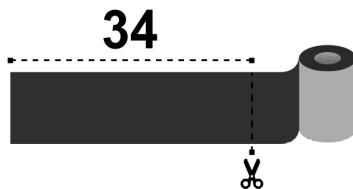
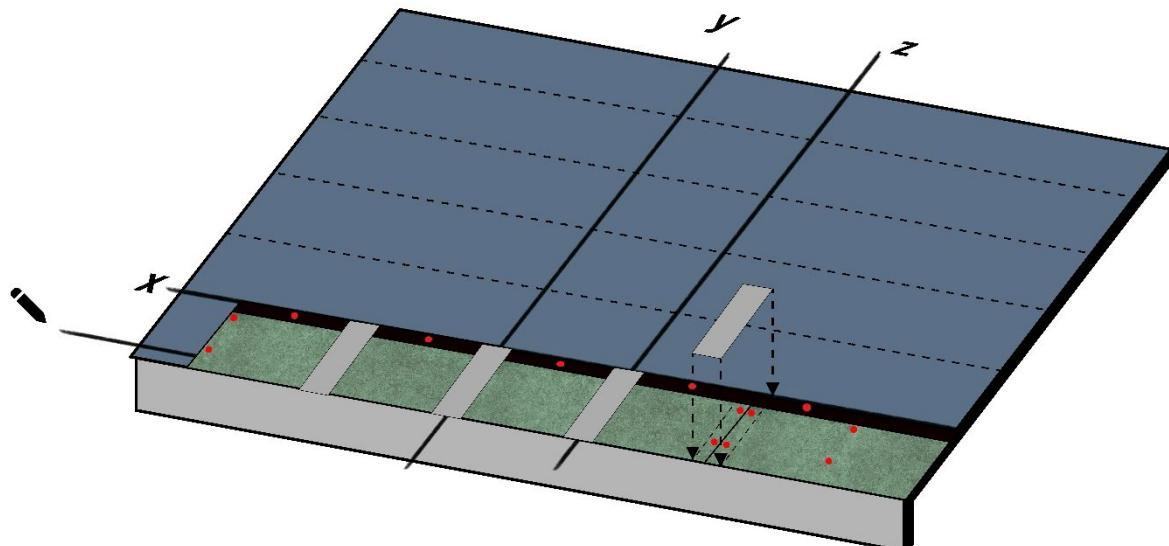
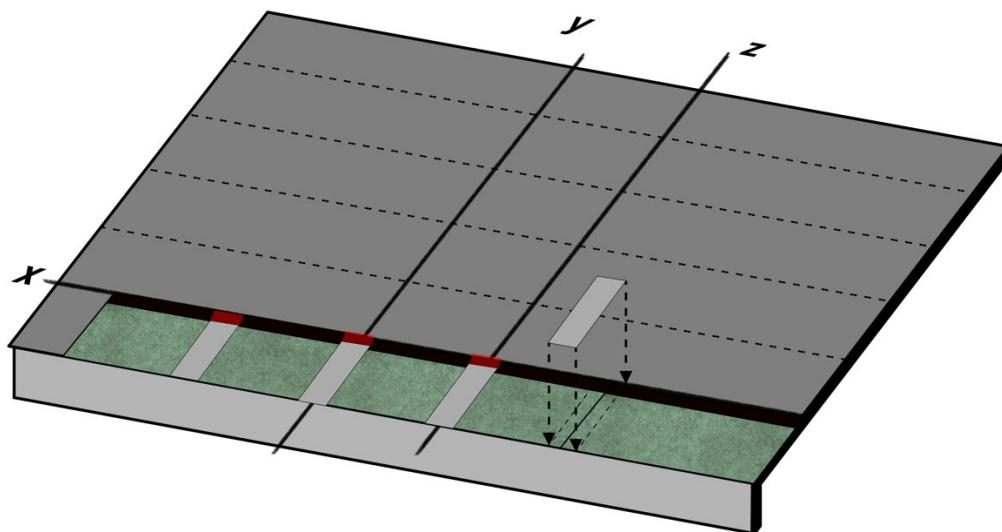
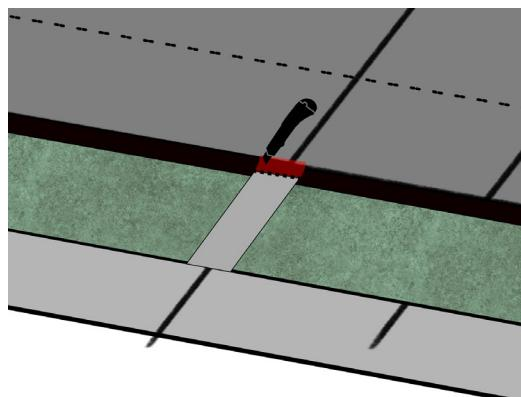

Fig. 7 - Compact Strip
Fig. 8 - Posa del Compact Strip
Fig. 19 – Installazione del Compact Strip
Fig. 20 – Taglio del film superiore del Compact Strip
- Dal rotolo di sigillante Compact Strip, tagliare dei pezzi di lunghezza 34cm - Fig. 7. Posizionare un primo pezzo così predisposto di Compact Strip al centro della giunzione tra due tegole consecutive (Fig. 8) ed un secondo pezzo di Compact Strip in mezzeria alla tegola, applicando una pressione tale da ottenere una perfetta adesione con il substrato. Non rimuovere il film superiore antiaderente della striscia di Compact Strip. Il Compact Strip così posizionato andrà a sigillare i chiodi posati.
- Dal rotolo di sigillante Compact Strip, tagliare dei pezzi di lunghezza 34cm - Fig. 7. Posizionare il primo pezzo così predisposto di Compact Strip al centro della giunzione tra due tegole consecutive (Fig. 19) e un secondo pezzo al centro della tegola stessa, applicando una pressione tale da ottenere una perfetta adesione con il substrato. Non rimuovere il film superiore antiaderente della striscia di Compact Strip, ma tagliarne solo la parte superiore indicata in rosso in Fig. 20, in modo da esporre una parte di nastro butilico.